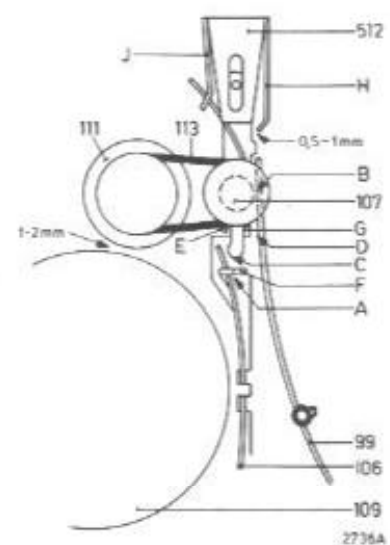

Fig. 14
A. Bij weergeven, zie fig. 14
B. Bij vooruitspoelen, zie fig. 14
C. Bij terugspoelen, zie fig. 14